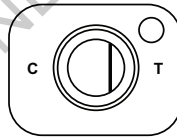

Fig. 1c. Ungültig
- Ungültiges Ergebnis:** Eine einzelne Linie ist auf der Testseite („T“) des *Reaktionsfensters* sichtbar oder keine Linien sind im *Reaktionsfenster* sichtbar (Abb. 1c, 1d). Ist auf der Testkarte nach abgeschlossener Reaktion keine Kontrolllinie sichtbar, ist der Test ungültig